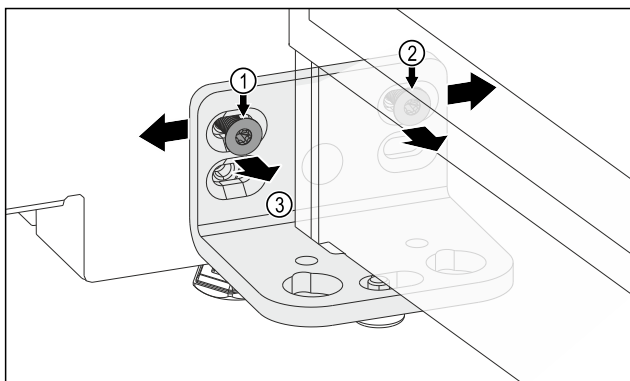

Fig. 8
- ▶ Otpustite vijak Fig. 8 (1) i vijak Fig. 8 (2). Za vijak Fig. 8 (2) potreban vam je kratki kutni odvijač.
- ▶ Pomaknite vrata s pomoću kutnika šarke Fig. 8 (3) nalijevo.
- ▶ Pomaknite vrata s pomoću kutnika šarke Fig. 8 (3) nadesno.
- ▶ Dosegnut je krajnji položaj vrata: Pritegnite vijak Fig. 8 (1) i vijak Fig. 8 (2).